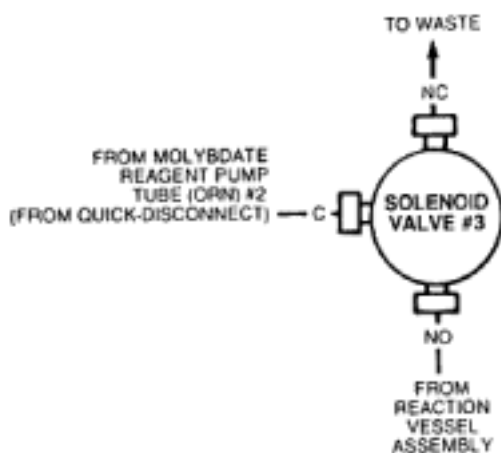

图 4-8 3#电磁阀 (仅限硅表使用)
1. 连接从反应舟到底部或到3#电磁阀“NO”端口的有桔黄色条纹的清洁软管。见图4-8。